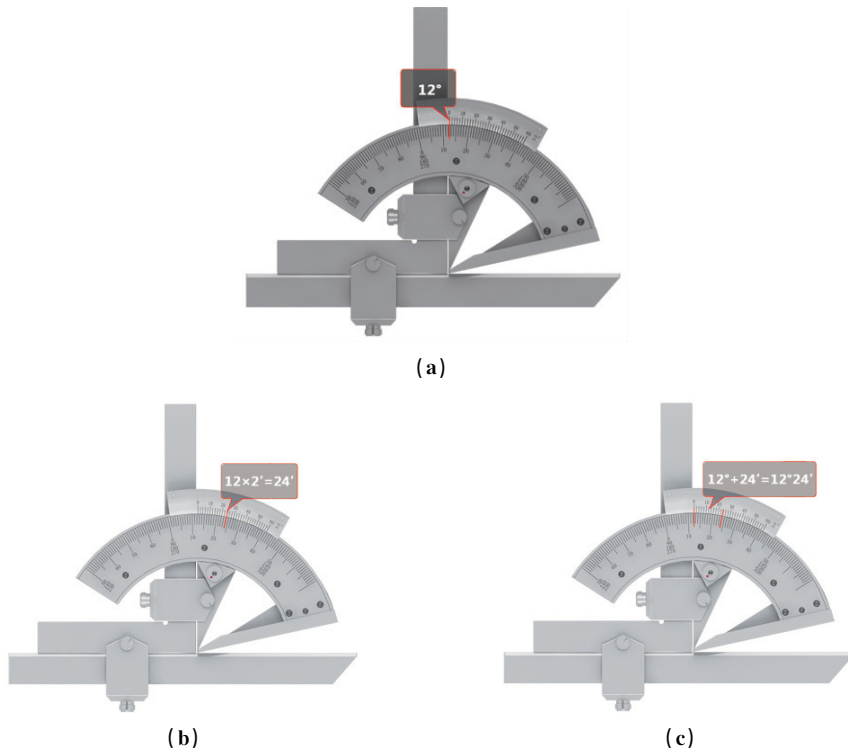

图 1-38 游标万能角度尺的读数方法
游标万能角度尺读数方法如图 1-38 所示。
1. 读整数。在主尺上读出游标尺零线左边的角度整数。如图 1-38 (a) 所示，该尺寸主尺上游标零线左边的整数值是  $12^{\circ}$ 。
2. 读小数。读出游标尺上哪一条刻线与主尺刻线对齐，用该刻线的顺序数乘以游标万能角度尺的分度值，读出小数部分。如图 1-38 (b) 所示，该尺寸游标尺上的第 12 条刻线与主尺刻线对齐，小数部分为  $12 \times 2' = 24'$ 。